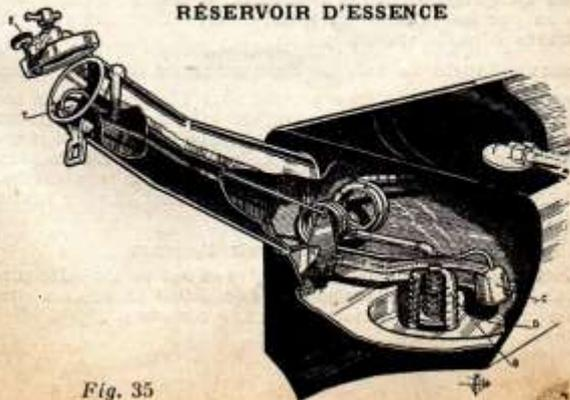

Fig. 35
A) Tube gradué de l'indicateur. Ce tube est relié à la cloche du réservoir d'essence par le tube a (Cette cloche est visible en c sur la figure 35 représentant la coupe du réservoir).